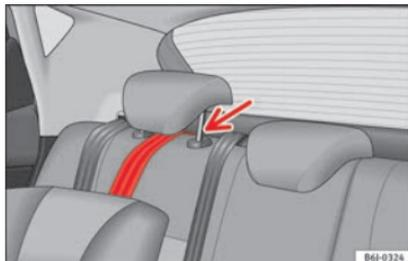

Fig. 68 Correa de sujeción: correcto ajuste y montaje.
- Dirigir la correa de sujeción del Top Tether por debajo del apoyacabezas del asiento posterior»» fig. 68 (levantar el apoyacabezas si es necesario).